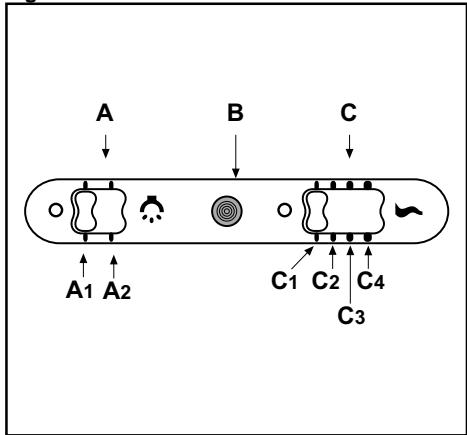

Fig.8
• **MANDOS:** (Fig.8) SLIDER le symbole sont le suivant: